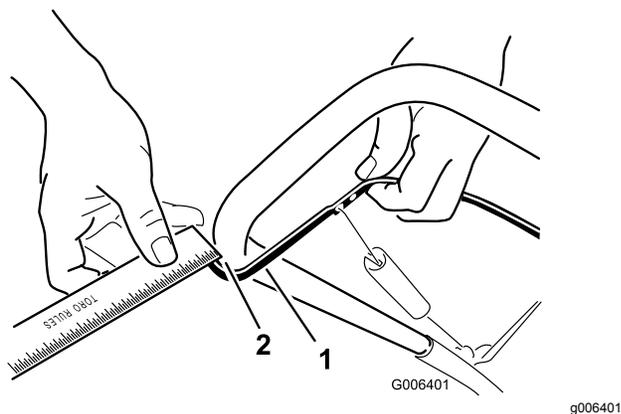

Figure 19
Rapprochez la barre de commande du guidon pour tendre le câble de commande (Figure 19).
**Remarque:** Vérifiez que la barre de commande et le guidon sont espacés de 2 à 3 mm (1/16 à 1/8 po) (Figure 19).
entre la barre de commande et le guidon (Figure 19).